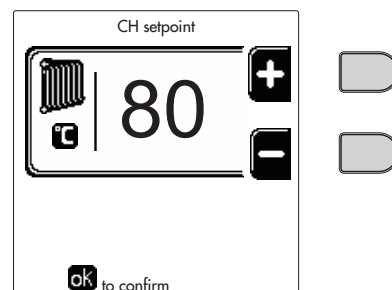
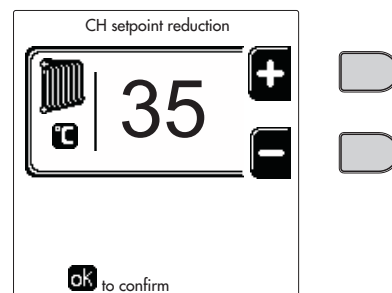
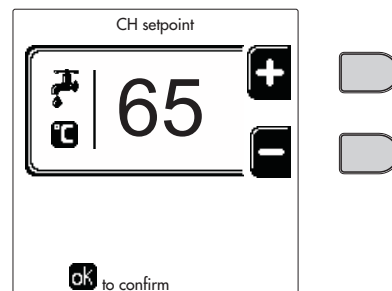
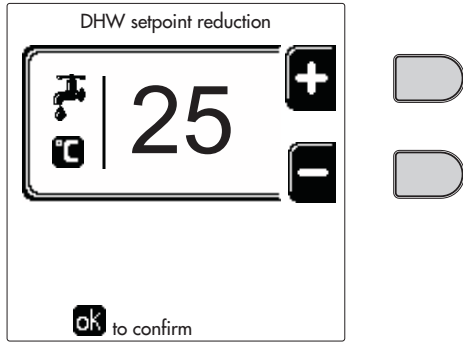

рис. 12
рис. 13
рис. 14
рис. 15
- **ON (ВКЛ).** При поступившем запросе на отопление/ГВС котел работает на заданной температуре регулировки отопления/ГВС (рис. 12/рис. 14).
- **1/2.** При поступившем запросе на отопление/ГВС котел работает на уменьшенной температуре регулировки. Уменьшенная температура достигается путем вычитания температуры регулировки уменьшения (рис. 13/рис. 15) от заданной температура регулировки отопления/ГВС (рис. 12/рис. 14).